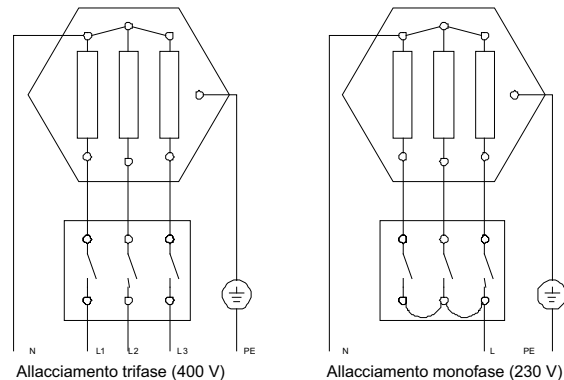

Fig. 1.1: Schema elettrico della resistenza su tappo filettato
L'allacciamento elettrico deve essere realizzato sempre secondo lo schema elettrico (vedere fig. 1.1 a pag. 2) relativo al modello in questione.
- 8) Le resistenze su tappo filettato vengono fornite di serie con un cablaggio a stella trifase da 3 - 400 Volt e sono realizzate per il comando diretto (vedere fig. 1.1 a pag. 2, schema elettrico allacciamento trifase). Il centro stella non deve essere collegato con il conduttore di terra. Il punto di allacciamento del conduttore di terra è indicato a parte.